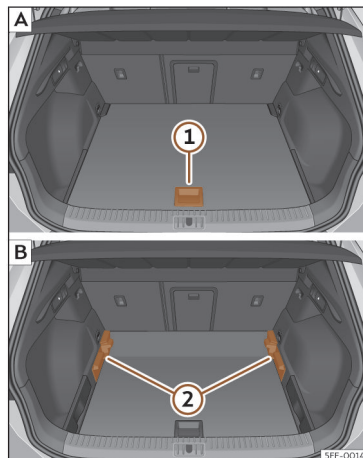

Fig. 186 Piso variável da bagageira: **A** posição alta; **B** posição baixa.
- Para passar da posição baixa para a alta, levante o piso pela pega >>> **Fig. 186 ①**, puxe-o para trás até que a parte dianteira do piso baixe totalmente os suportes **②**.
- Desloque o piso sobre estes para a frente até que chegue ao limite no encosto dos bancos traseiros e, de seguida, baixe o piso com a peça **①**.
- Para passar da posição alta para a baixa, levante o piso pela pega >>> **Fig. 186 ①**, puxe-o para trás até que a parte dianteira do piso baixe totalmente os suportes **②**.
- Deixe cair a parte anterior contra o piso e empurre o piso para a frente até que atinja o limite no encosto dos bancos traseiros, baixando ao mesmo tempo o piso com a pega **①**.
- Com o piso variável na posição alta, levante pela pega >>> **Fig. 186 ①**, puxe-o e empurre para o encosto dos bancos traseiros até que o piso dobre pela linha da dobradiça e a parte móvel do piso assente sobre o mesmo.